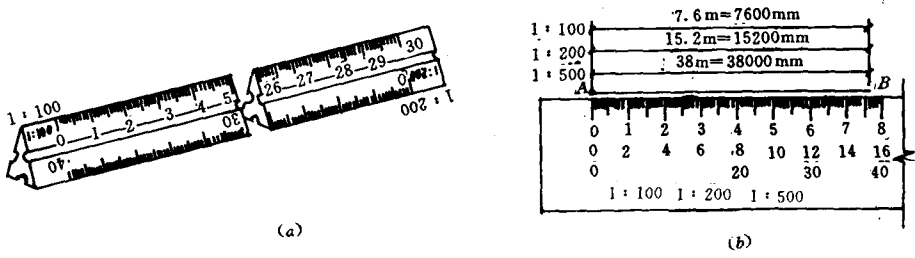

图 1-8 比例尺及其用法
比例尺是用来放大或缩小线段长度的尺子。有的比例尺作成三棱柱状,叫做三棱尺。三棱尺上刻有 6 种刻度(图 1-8),通常分别表示为 $1:100$ 、 $1:200$ 、 $1:300$ 、 $1:400$ 、 $1:500$ 、 $1:600$ 等 6 种比例。有的作成直尺形状(图 1-8(b)),叫做比例尺,它只有一行刻度和三行数字,表示三种比例,即 $1:100$ 、 $1:200$ 、 $1:500$ 。比例尺上的数字是以米(m)为单位。现以比例直尺为例,说明它的用法。
1. 用比例尺量取图上线段长度。已知图的比例为 $1:200$,要知道图上线段 AB 的实长,就可以用比例尺上 $1:200$ 的刻度去量度(图 1-8(b))。将刻度上的零点对准 A 点,而 B 点恰好在刻度 $15.2m$ 处,则线段 AB 的长度可直接读得 $15.2m$,即 $15200mm$ 。
2. 用比例尺上的 $1:200$ 的刻度量读比例是 $1:2$ 、 $1:20$ 和 $1:2000$ 的线段长度。例如,在图 1-8(b)中, AB 线段的比例如果改为 $1:2$,由于比例尺 $1:200$ 刻度的单位长度比 $1:2$ 缩小了 100 倍,则 AB 线段的长度应读为 $15.2 \times \frac{1}{100} = 0.152m$ 。当 AB 线段的比例改为 $1:20$ 时,